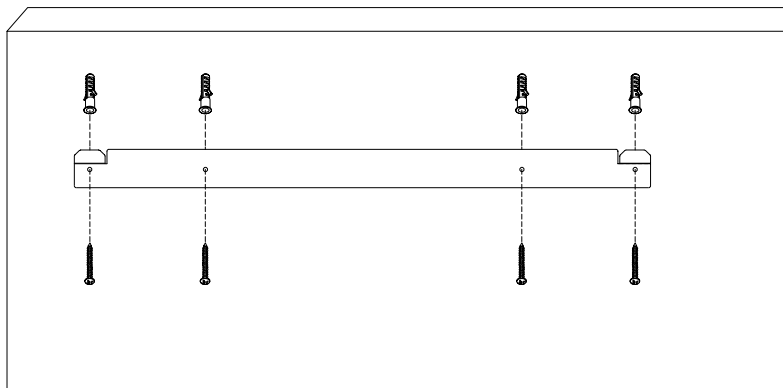

Fig. 4
5. Accrochez le foyer à la bande de montage (voir figure 4).